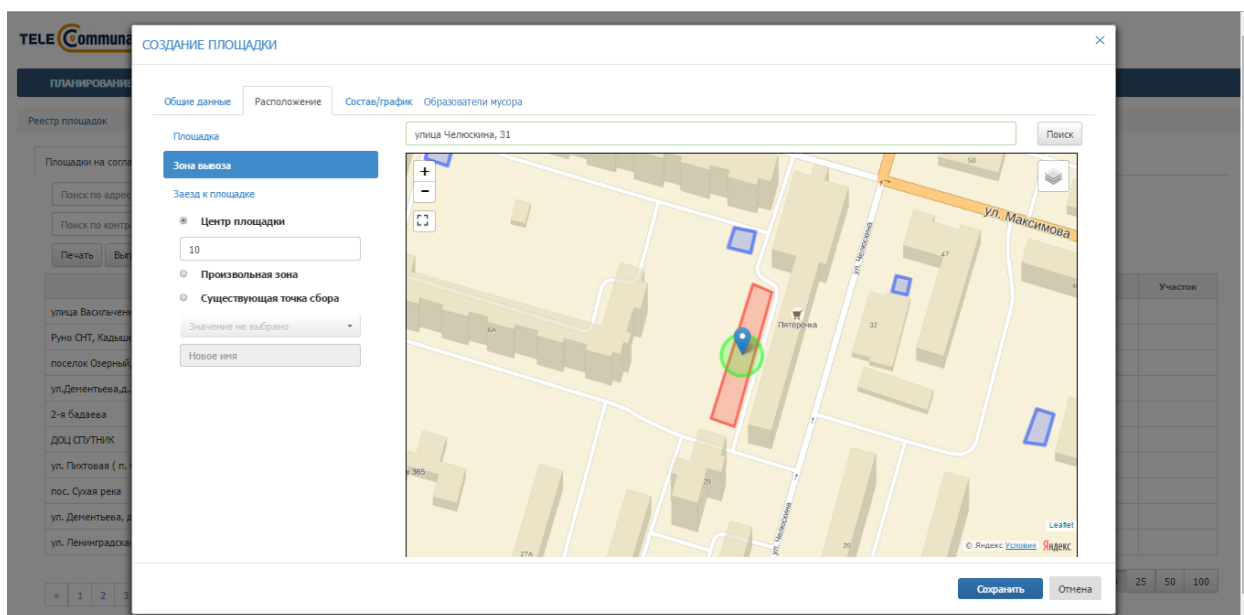

Рисунок 135. Зона вывоза совпадает с центром площадки
- 2) **Зона вывоза:** по умолчанию зона вывоза совпадает с центром площадки и радиус зоны вывоза составляет 10 м, радиус зоны вывоза можно менять в случае необходимости (Рисунок 135).